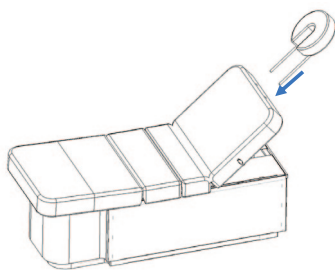

Fig.3 Montaje del Craddle
- 2- Continuar con la instalación de CRADDLE (Fig. 3)